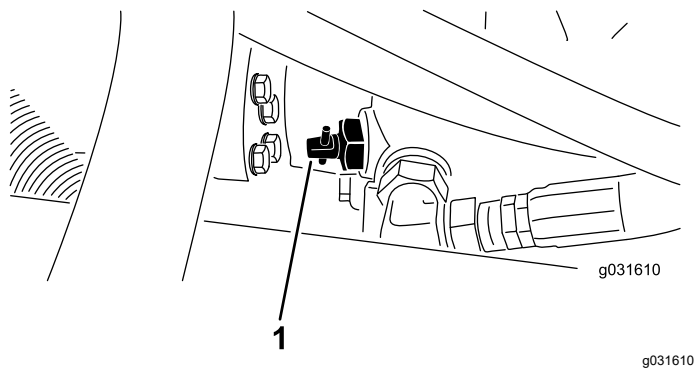

Figura 31
1. Localize a válvula de derivação na bomba (Figura 31) e desaperte-a rodando 90° (1/4 de volta).